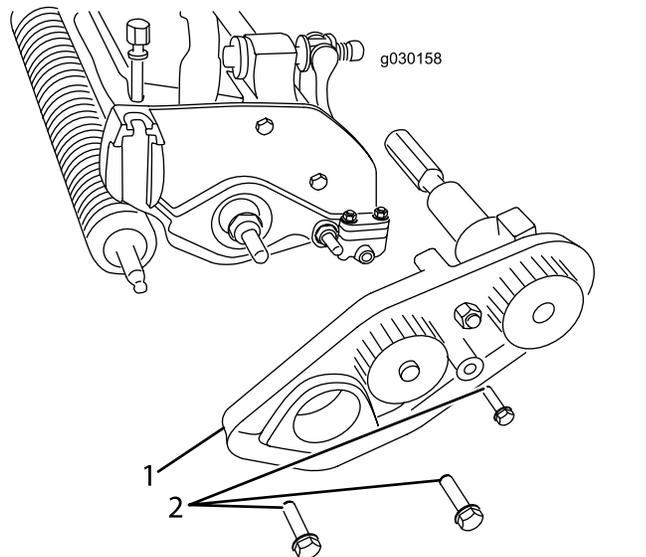

Figura 6
4. Retire os três parafusos que prendem o conjunto de transmissão da correia à unidade de corte, se instalada, e retire o conjunto completo (Figura 6).
11. Insira a outra extremidade do eixo do rastelo na placa de suporte do lado esquerdo (Figura 6).
- A. Instale o conjunto da transmissão da correia utilizando os parafusos que removeu previamente e assegure-se de que a placa lateral roda livremente (Figura 6).